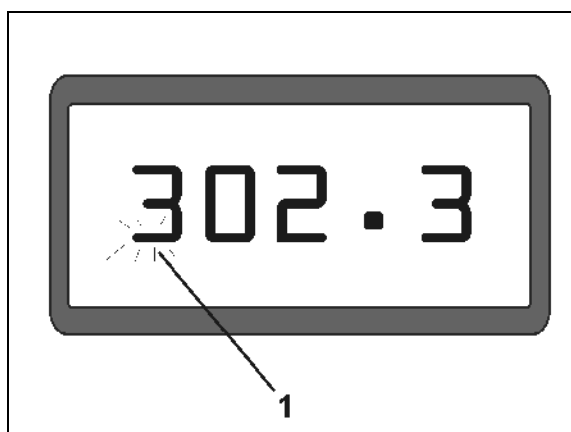

Fig. 2
- **Display (Fig. 2/1).**
Den nedre delen (Fig. 2/1) blinkar under arbetet: